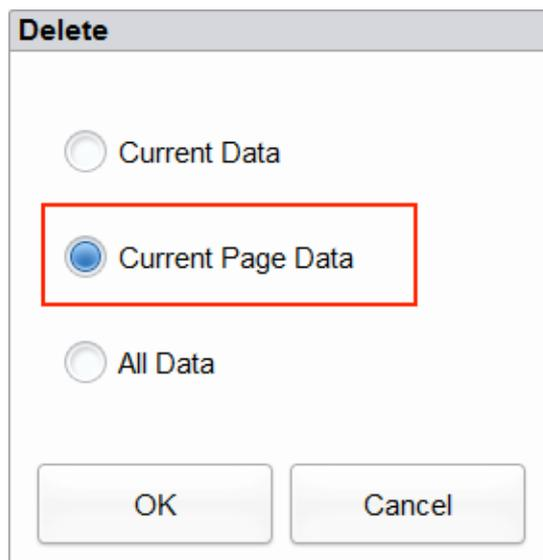

Рис. 6-40 Удаление всех результатов КК (из графика КК)
- e. Выберите **Current Page Data** (Результаты текущей страницы) в диалоговом окне, как показано на Рис. 6-40: